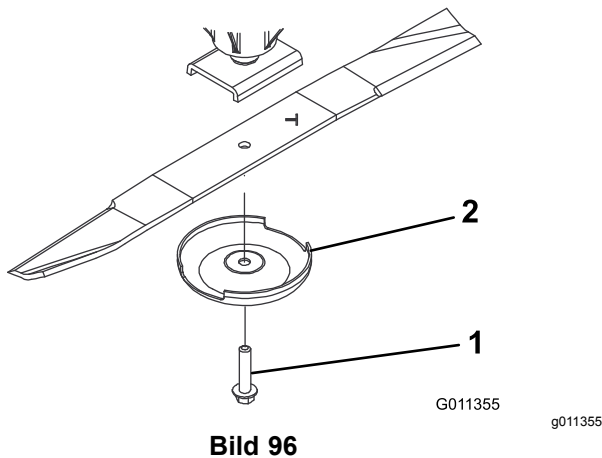

Bild 96
2. Halten Sie das Ende des Messers mit einem stark wattierten Handschuh oder wickeln Sie einen Lappen um es herum. Entfernen Sie die Messerschraube, die Antiskalpierkuppe und das Messer von der Spindelwelle (**Bild 96**).
3. Setzen Sie das Messer (der Flügel sollte zum Mähwerk zeigen) mit der Antiskalpierkuppe und der Messerschraube ein (**Bild 96**). Ziehen Sie die Messerschraube bis auf 115-149 N·m an.
Wenn sich das Messer abwetzen kann, bildet sich ein Schlitz zwischen dem Windflügel und dem flachen Teil des Messers (Bild 96**). Zuletzt kann sich ein Stück des Messers lösen und aus dem Gehäuse herausgeschleudert werden. Das kann zu schweren Verletzungen bei Ihnen selbst und Unbeteiligten führen.**